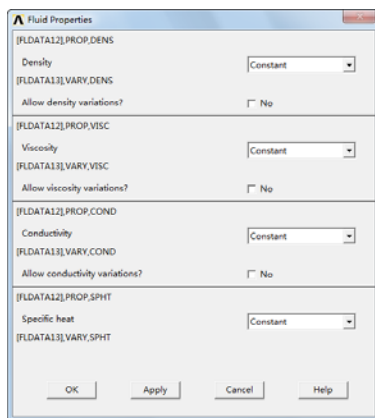

图 7-96 “Fluid Properties”对话框
②依次选择 Main Menu→Solution→FLOTRAN Set Up→Fluid Properties，会弹出“Fluid Properties”对话框，如图 7-96 所示，采用默认设置。